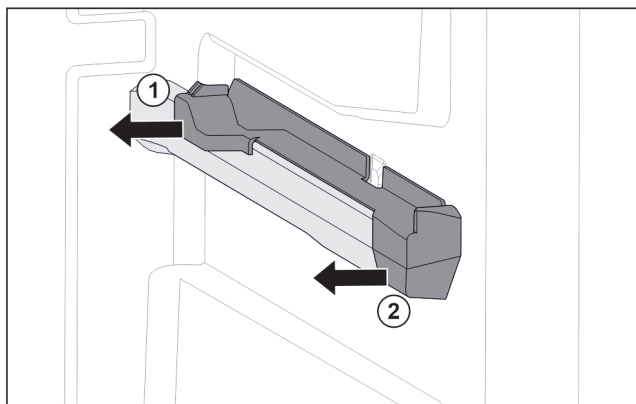

Fig. 46 Вставная часть на правом контейнерном ребре
- ▶ Отодвиньте вставную часть сзади в сторону. Fig. 46 (1)
- ▶ Отодвиньте вставную часть спереди в сторону. Fig. 46 (2)